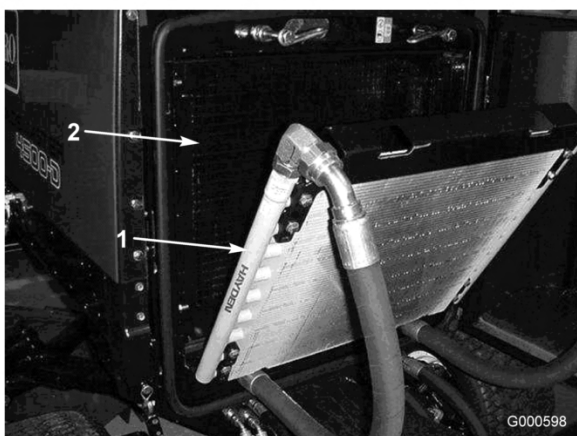

図 51
3. クーラを後ろに傾ける。オイル・クーラとラジエターの裏表を（図 51）圧縮空気で丁寧に清掃する。